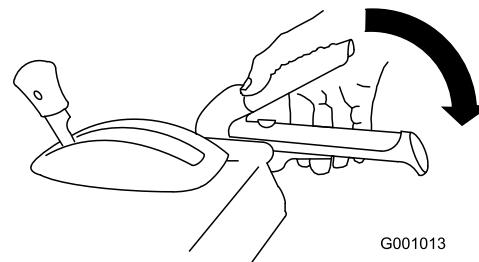

Рисунок 30
- Для включения привода шнека/крыльчатки прижмите правый рычаг (шнека/крыльчатки) к рукоятке (Рисунок 30).